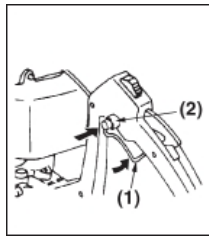

FIG. 2
2. Tire de la palanca del acelerador y pulse el botón de bloqueo para fijar la palanca en la posición de ARRANQUE. (Fig. 2)